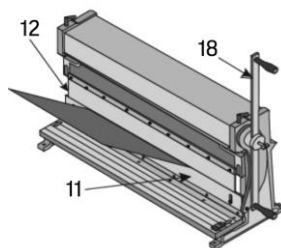

fig. 6
2. Placez la pièce à travailler au-dessus de la plaque-couteau mobile (fig. 6).